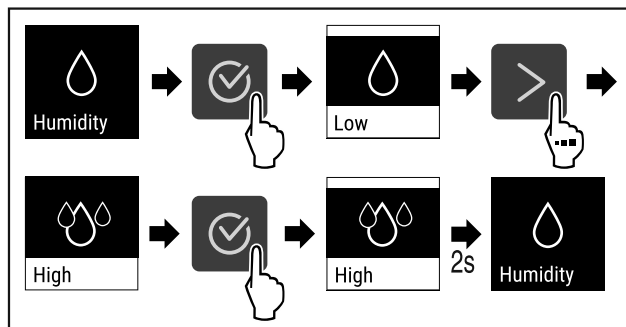

Fig. 94
- ▶ Udfør handlingstrinene (se Fig. 94) .